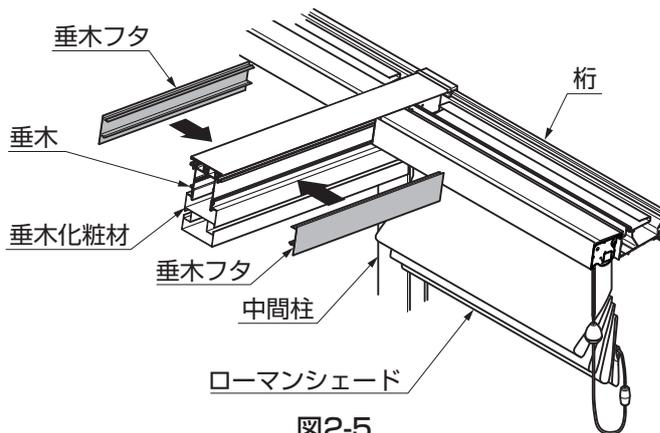

図2-5
- ②垂木フタをローマンシェードに突きあてて、垂木にはめ込んでください。(図2-5参照)